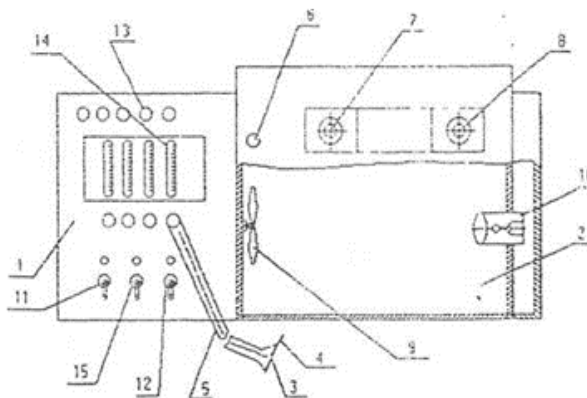

Рис.1 Схема специальной установки стенда для исследования запыленного воздуха
Установка (рис.1) включает в себя электрический аспиратор (1), пылевую камеру (2), аллонж (3), фильтр (4), резиновую трубку (5). Передняя стенка камеры (2) открывающаяся и имеет смотровое окно, удерживаемое в закрытом состоянии фиксатором (6). На стенке расположены дозатор пыли (генератор) (7) и отверстие (8) для установки аллонжа (3) (в нерабочем положении отверстие закрыто крышкой). Пылевая камера (2) имеет вентилятор (9) и подсветку (10). Пылевая камера имитирует зону дыхания работающих.